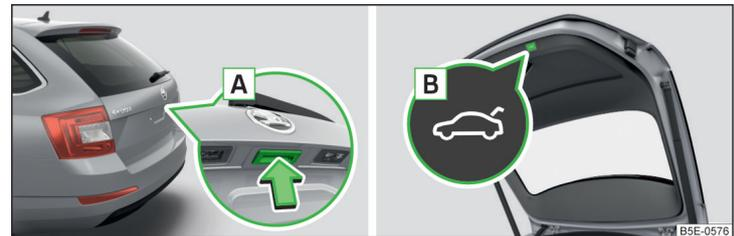

Abb. 45 Klappenbedienungs
- ▶ Griff **A** » Abb. 45.
- ▶ Taste **B** » Abb. 45.
- › Die Taste **B** » Abb. 45 auf Seite 61 drücken und für länger als 3 Sekunden halten.
Die Klappe reagiert nicht auf ein Öffnungssignal	Entfernen eines eventuellen Hindernisses (z. B. Schnee), erneutes Öffnen der Klappe » Seite 61 Drücken des Griffs A » Abb. 45 auf Seite 61 und Ziehen der Klappe nach oben